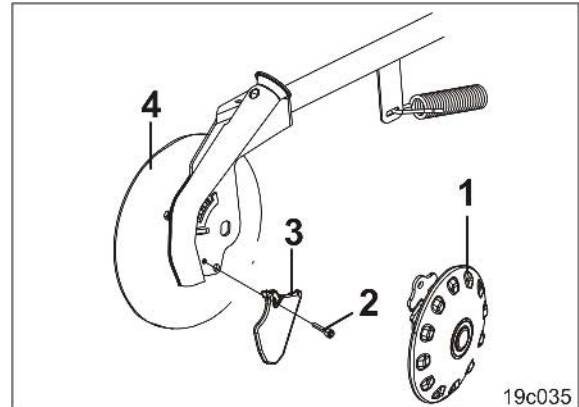

Fig. 219
1. Afmonter dybdeføringsskiven (Fig. 219/1) (se kapitlet "Indstil dybdeføringsskiverne", på side 130).
2. Løsn cylinderbolten (Fig. 219/2) (boltens tilspændingsmoment 30-35 Nm).
3. Udskift slidspidsen (Fig. 219/3), og monter i omvendt rækkefølge.
Slidspidsen (Fig. 219/3) må ikke rage ud over såskivens kant (Fig. 219/4). Udskift evt. såskiven.